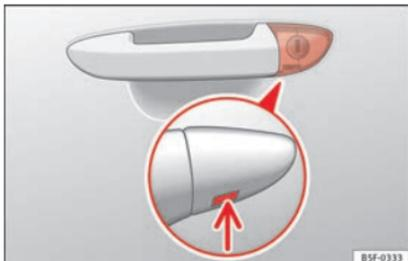

Abb. 3 Türgriff an der Fahrertür: verdeckter Schließzylinder.
- Schlüsselbart am Fahrertürgriff von unten in die Öffnung der Abdeckkappe stecken »» **Abb. 3** (Pfeil) und Abdeckkappe von unten nach oben anheben.